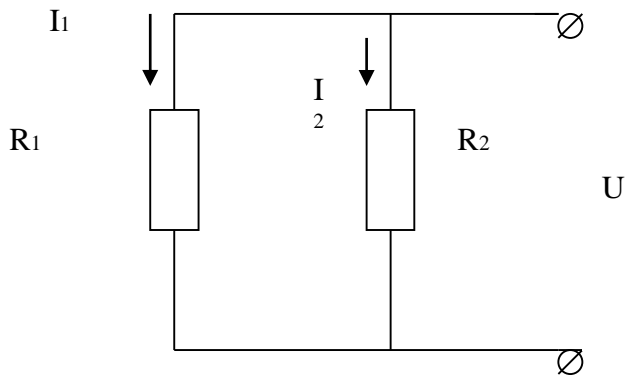

Рис. 1 Параллельное соединение проводников
- 4.5 По какой формуле определяется общий ток в параллельном соединении резисторов и чему равен общий ток для Рис. 1 «Параллельное соединение проводников»?